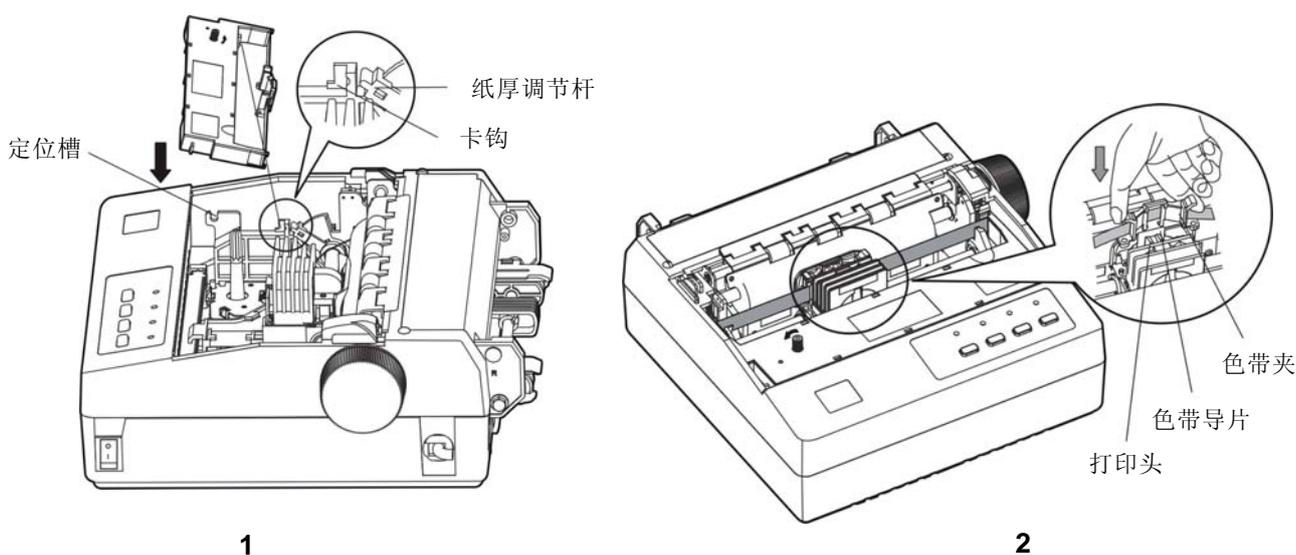

图 1-7 安装色带盒
4. 拿住色带盒，色带盒旋钮朝上（如图 1-7 所示）。先把纸厚调节杆调到图示位置，再将色带盒的卡臂倾斜置入打印机中的卡钩；向前向下轻按压下，使色带盒两侧的定位块卡进打印机的定位槽，以确保色带盒安装到位，然后一边沿色带盒上的箭头方向轻旋色带盒旋钮，一边把色带夹连同色带芯放进打印头前端与色带导片之间，最后根据打印纸类型设置纸厚调节杆位置（详细说明请参考用户手册第三章）。